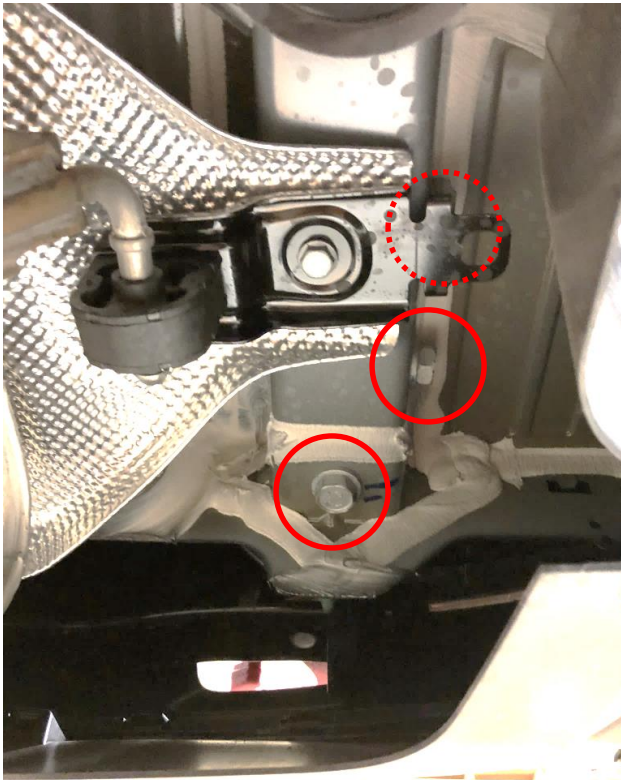

Figura 5
1. **Aflojar los revestimientos del alojamiento de la rueda:** Usar un cubo de 8 mm y de 10 mm para quitar (3) tornillos y (1) tuerca de brida de plástico de los revestimientos del alojamiento de la rueda en cada lado.
2. **Quitar los pernos de fábrica M14 existentes:** Usar un cubo de 21 mm para quitar (3) pernos de fábrica M14 de los largueros del bastidor por cada lado, (1) desde la parte inferior y (2) desde el lado, ver la **Figura 5**. Guardar para reinstalación.
1. Aflojar los revestimientos del alojamiento de la rueda: Usar un cubo de 8 mm y de 10 mm para quitar (3) tornillos y (1) tuerca de brida de plástico de los revestimientos del alojamiento de la rueda en cada lado.
2. Quitar los pernos de fábrica M14 existentes: Usar un cubo de 21 mm para quitar (3) pernos de fábrica M14 de los largueros del bastidor por cada lado, (1) desde la parte inferior y (2) desde el lado, ver la Figura 5. Guardar para reinstalación.